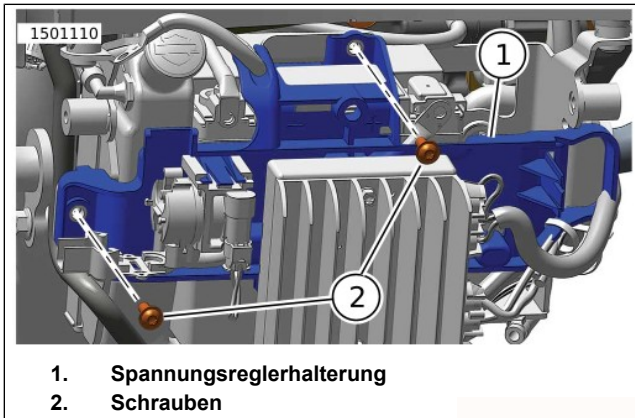

Abbildung 69. Schrauben der Spannungsreglerhalterung
5. Abbildung 69 Die Schrauben (2) der Spannungsreglerhalterung entfernen.
2. Abbildung 69 Die Spannungsreglerhalterung (1) positionieren.
3. Die Schrauben (3) der Spannungsreglerhalterung einbauen. Festziehen.